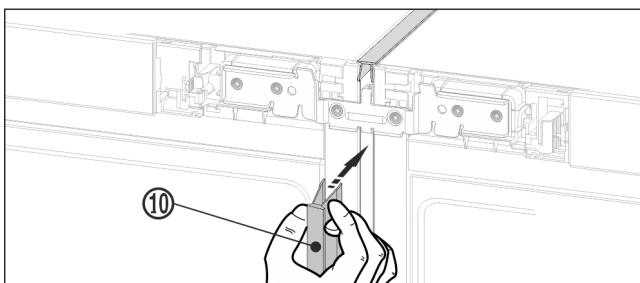

Fig. 21 *
- ▶ На передней стороне вдавите длинную декоративную планку Fig. 21 (10) в вертикальную щель. Обратите внимание, что планка опирается на соединительный лист.*